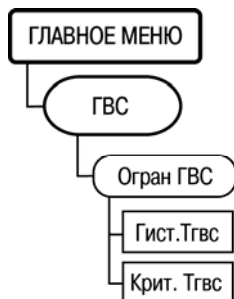

Рисунок 6.19
6.12.10 Для задания параметров управления клапаном ГВС служит пункт меню **//ГВС /Крит Тгвс** (рисунок 6.19).